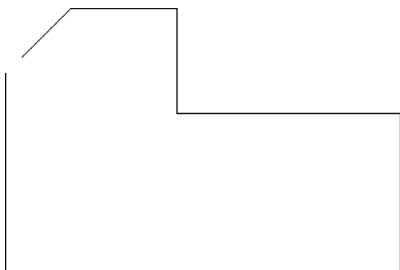

图 3-45 拐角修剪草图
STEP 03 在绘图区最右侧交叉直线上单击鼠标左键，即可拐角修剪草图，效果如图 3-45 所示。